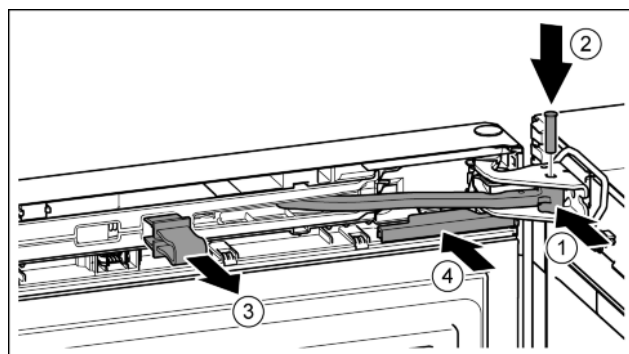

Fig. 49
- ▶ Przegub obrócić w płytce zawiasu. Fig. 49 (1)
- ▶ Sworzeń umieścić w płytce zawiasu i przegubie. Przy tym zwrócić uwagę, aby krzywka zatraskowa została prawidłowo umieszczona w rowku. Fig. 49 (2)
- ▶ Zdjąć zabezpieczenie. Fig. 49 (3)
- ▶ Wsunąć osłonę. Fig. 49 (4)